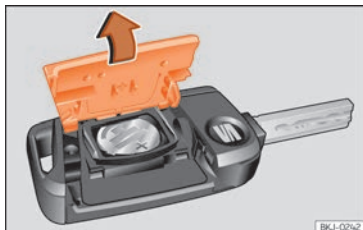

Fig. 133 Llave del vehículo: apertura de la tapa del compartimento para la pila.
- Retire la tapa en la parte trasera de la llave del vehículo » » » fig. 133 en la dirección de la flecha » » » ❶.
- Coloque la tapa tal como se muestra » » » fig. 133 y presiónela en la carcasa de la llave del vehículo en sentido contrario a la flecha hasta que encastre.
❶ CUIDADO